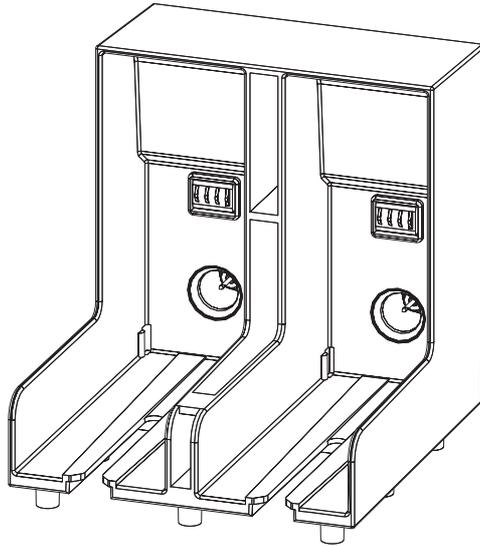

Figura 6-3: Ranura del compartimento del cartucho
- 5 Inserte el cartucho de tinta nuevo en el compartimiento del cartucho de tinta alineando la clave del cartucho con la ranura de compartimiento correcta (Figura 6-3 en la página 6-6).